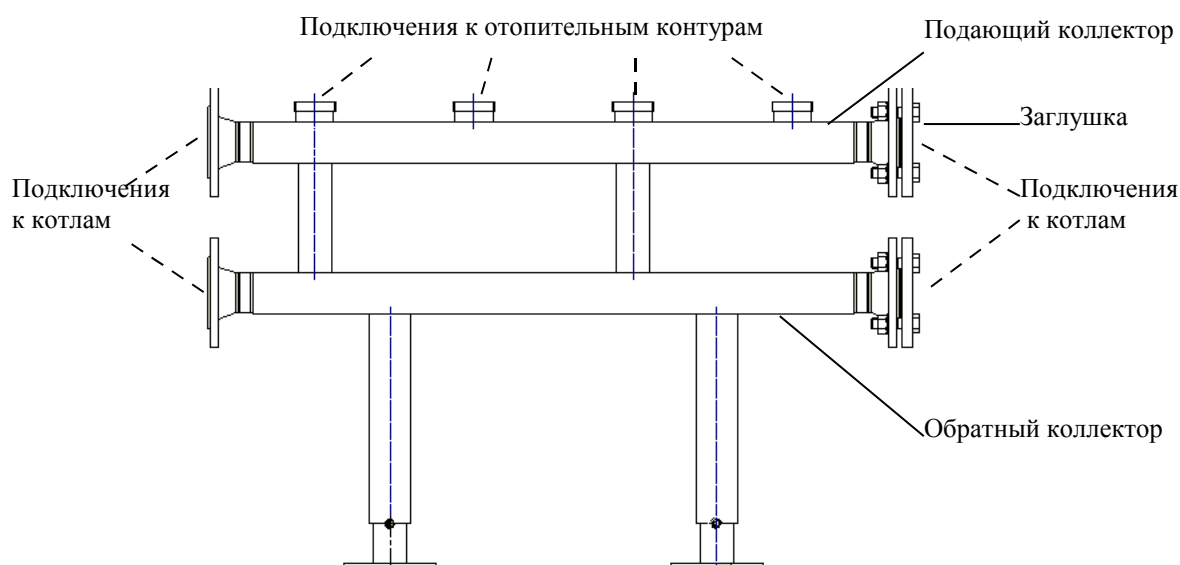

Рис. 2. 2-х контурный коллектор Ду50
**Коллекторы Ду50** (Рис.2) имеют фланцевые подключения к котлам и резьбовые подключения к отопительным контурам.